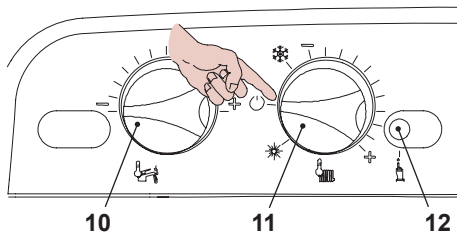

Рисунок 6.9
- Выключите котел, установив переключатель функций 11 в положение «», см. Рисунок 6.9.